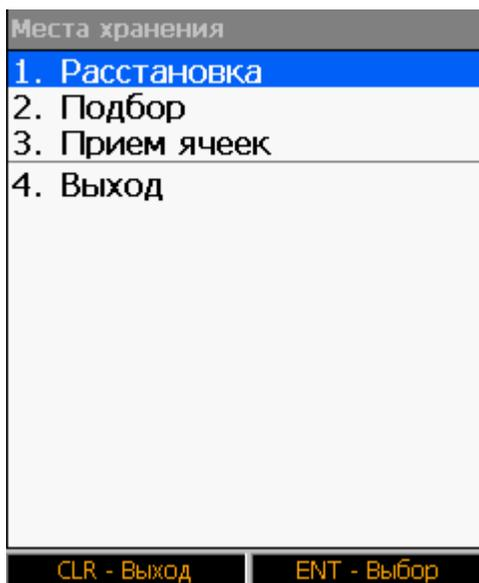

Рис.83 Пункт главного меню GOODS
- 5) На терминале сбора данных выбрать пункт меню работы с местами хранения **3. Прием ячеек** (см. рис. 83).